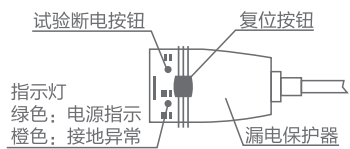

图3
2. 插上漏电保护插头，按下漏电保护插头的复位按钮(如图3)。